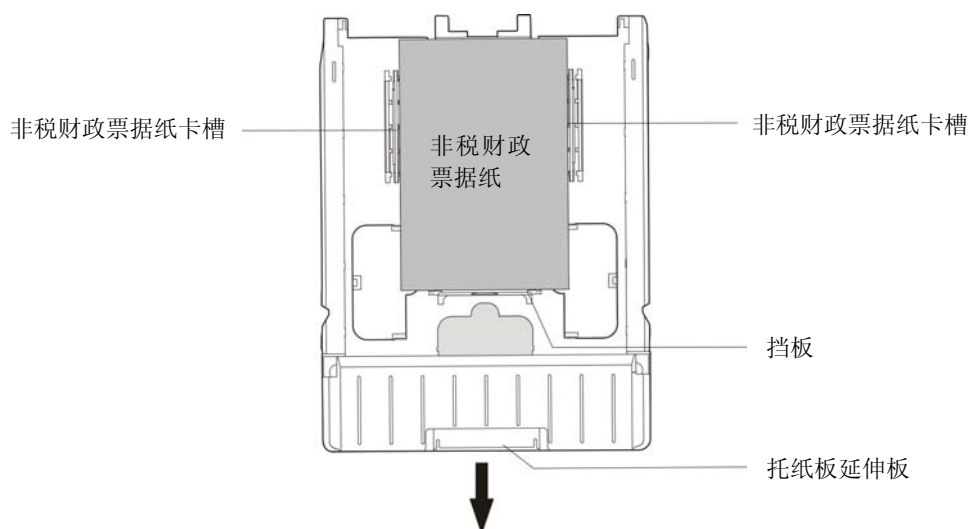

图 3-7 安装非税财政票据纸票纸（竖向）
- ④ 非税财政票据纸（190×127mm）：先将左右挡板翻起取出，安装在卡槽上，再翻起非税财政票据纸挡板，然后将非税财政票据纸竖向放入（如图 3-7 所示）。